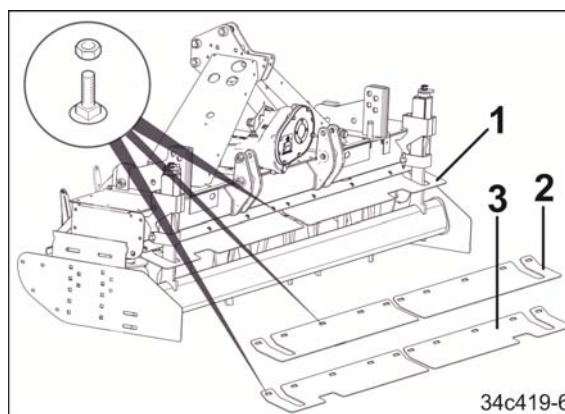

Fig. 79
Tablele de protecție (Fig. 79/1) ale mașinii de cultivare a solului sunt livrabile în două variante.
- Tablă de protecție (Fig. 79/2) pentru toate tăvălugurile AMAZONE, cu excepția tăvălugului cu Disc Cracker (CDW)
- Tablă de protecție (Fig. 79/3) pentru tăvălug Disc Cracker (CDW).